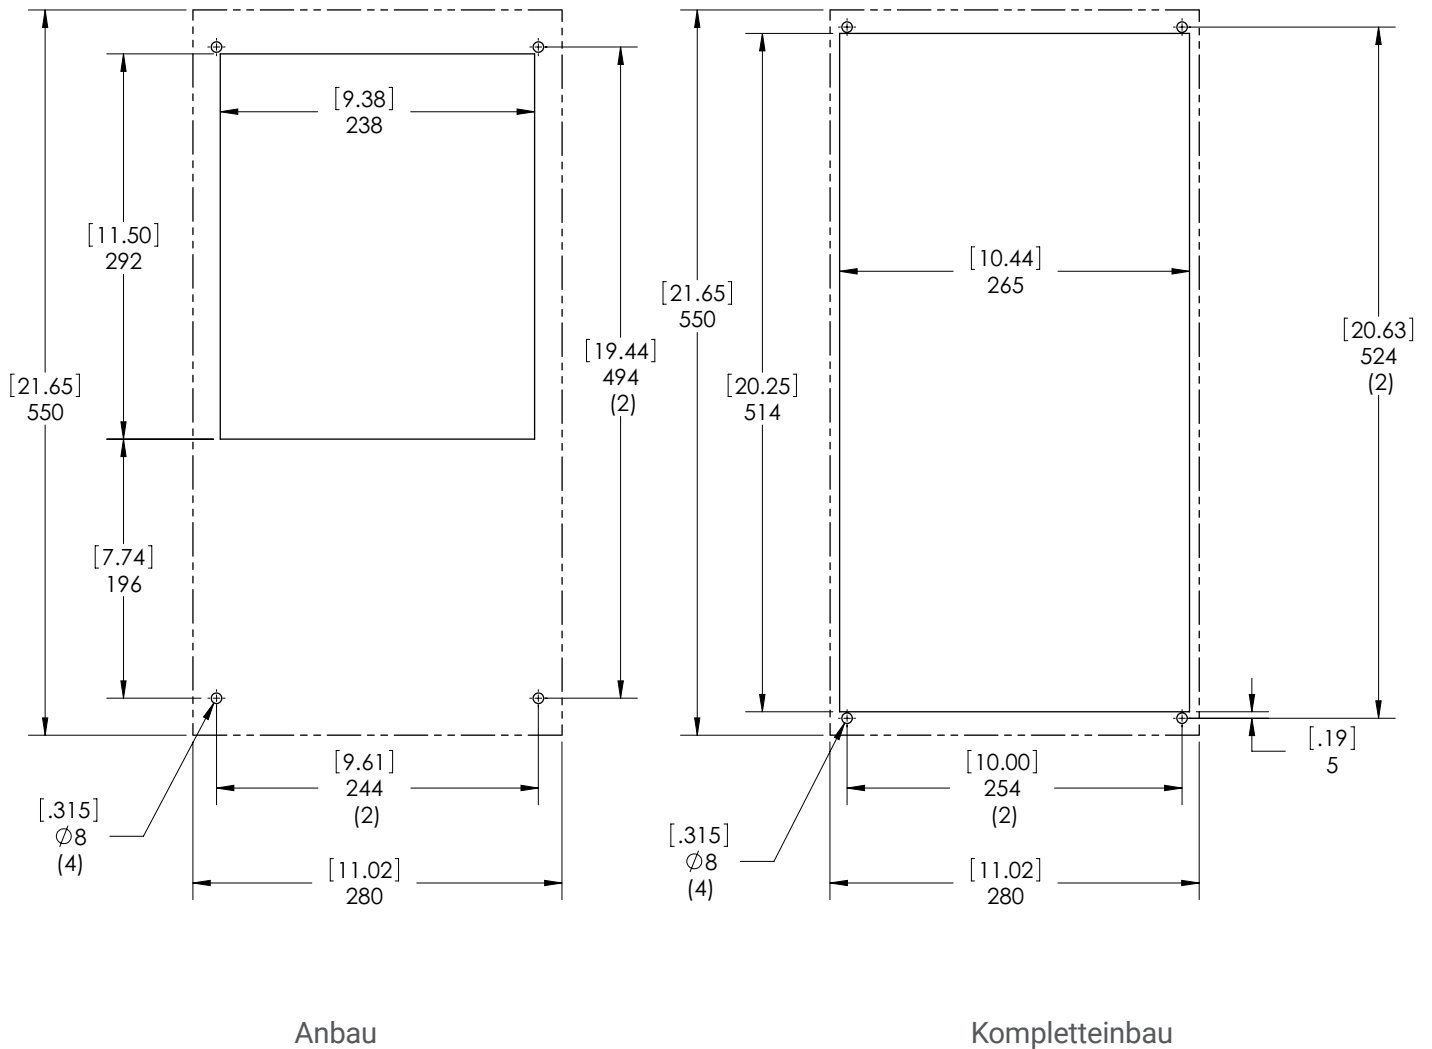

Figure 13
2. Bereiten Sie den Schrank anhand der mitgelieferten Ausschnittschablone vor (siehe Figure 13 und Figure 14). An der Vorderseite des Geräts muss ein Abstand von mindestens 0,5 m eingehalten werden, damit der Luftstrom nicht behindert wird. An den Seiten des Geräts müssen jeweils mindestens 5 cm Abstand eingehalten werden. Damit die Kondensatauffangwanne nicht überläuft, darf das Gerät nicht mehr als 3° zur Ebene geneigt sein.